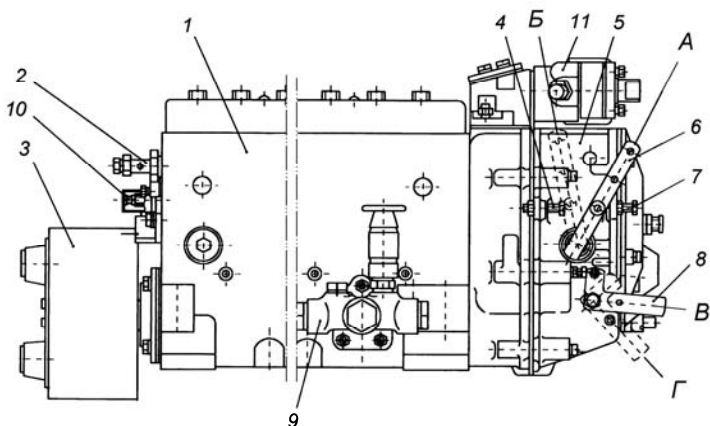
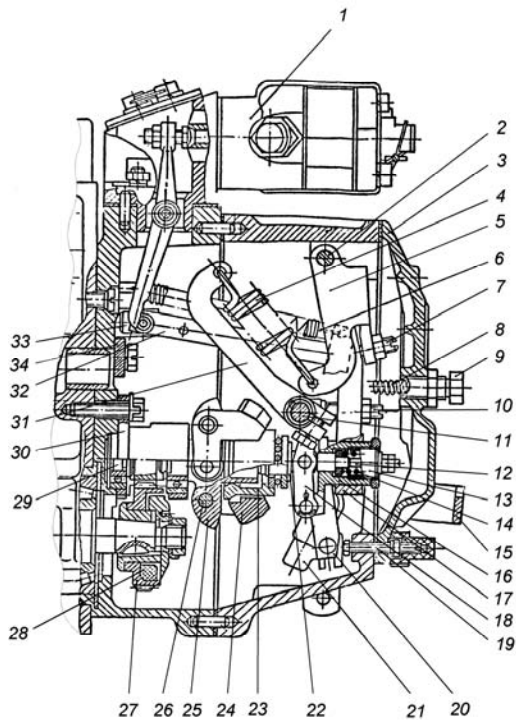

Рис. 20. Топливный насос высокого давления модели 173:
Рис. 22. Регулятор частоты вращения:
Топливный насос в сборе показан на рис. 20. С топливным насосом высокого давления в одном агрегате объединены регулятор частоты вращения 5, топливоподкачивающий насос 9 и демпферная муфта 3.
Связь секций с регулятором частоты вращения насоса осуществляется через рейку. Рейка топливного насоса перемещается в направляющих втулках, запрессованных в корпусе насоса. На выступающем из насоса конце рейки имеется болт 10 (рис. 20), которым она упирается в защитный колпачок при положении рейки перед пуском двигателя. При вывертывании болта из рейки пусковая подача уменьшается.
Регулятор частоты вращения 5 (рис. 20) механический всережимный прямого действия с повышающей передачей на привод грузов, предназначен для поддержания заданного водителем скоростного режима работы двигателя путем автоматического изменения количества подаваемого топлива в зависимости от изменения нагрузки на двигатель. Кроме того, регулятор ограничивает максимальную частоту вращения двигателя и обеспечивает работу двигателя в режиме холостого хода. Регулятор имеет устройство для выключения подачи топлива в любой момент независимо от режима работы двигателя. Автоматически поддерживая скоростной режим при изменяющихся нагрузках, регулятор обеспечивает экономичную работу двигателя. Устройство регулятора частоты вращения показано на рис. 22.
На валик напрессована державка грузов 25 (рис. 22), на осях 26 которой находятся грузы 24. Грузы своими роликами упираются в торец муфты 23, которая через упорный подшипник
Муфта 23 с упорной пятой 22 в сборе одним концом опирается на направляющую поверхность державки, а за второй конец подвешена на рычаге 18 отрицательного корректора, закрепленном на втулке 16 отрицательного корректора. Пята муфты грузов связана через узел отрицательного корректора с рычагом рейки 20 и через тягу 32 с рейкой топливного насоса. К верхней части рычага рейки присоединена пружина 6 рычага рейки, удерживающая рейку насоса в положении, соответствующем максимальной подаче, что обеспечивает увеличенную подачу топлива при пуске двигателя. В нижнюю часть рычага рейки запрессован палец, который входит в отверстие ползуна кулисы 21. Вал 11 рычага регулятора жестко связан с рычагом управления 6 (рис. 20) и рычагом пружины 31 (рис. 22). Перемещение рычага управления регулятором ограничивается двумя болтами 4 и 7 (рис. 20). За рычаг пружины 31 (коротким зацепом) (рис. 22) и двуплечий рычаг 5 (длинным зацепом) зацеплена пружина регулятора 4, усилие которой передается с двуплечего рычага на рычаг регулятора через винт - 7 двуплечего рычага. В рычаг регулятора ввернут регулировочный болт 10, который упирается в вал рычага пружины и служит для регулировки номинальной подачи топлива. В нижней части рычага регулятора расположено корректирующее устройство (12,13,14,16,18) с отрицательным корректором, предназначенного для формирования внешней скоростной характеристики ТНВД и крутящего момента двигателя. Рычаг регулятора снабжен боковой накладкой, удерживающей втулку 16 обратного корректора и упорную пяту 22 от проворота. Кроме того, хвостовик болта крепления боковой накладки, входя в боковой продольный паз втулки предохраняет ее от выпадания из расточки рычага. Упор 34, закрепленный на корпусе регулятора, не позволяет рычагу пружины 31 опасно приближаться к вращающимся грузам. Для полного выключения подачи топлива служит механизм останова, состоящий из кулисы 21, скобы 15 и возвратной пружины. Во время работы кулиса прижата усилием возвратной пружины к регулировочному винту 19.
1. Минимальная частота вращения холостого хода регулируется болтом 7 (рис. 20) и корпусом буферной пружины 9 (рис. 22);
2. Максимальная частота вращения холостого хода (начало выброса рейки) регулируется болтом 4 (рис. 20).
3. Номинальная мощность (подача) регулируется болтом 10, подрегулируется винтом 19 (рис. 22).
4. Предварительное натяжение пружины (разность оборотов конца и начала выброса рейки) регулируется винтом 7 (рис. 22).
5. Подача топлива при 500 мин-1 регулируется гайкой обратного корректора 12 (рис. 22):
6. Предварительное натяжение пружины обратного корректора (обороты начала срабатывания корректора) регулируется корпусом корректора 13 (рис. 22).